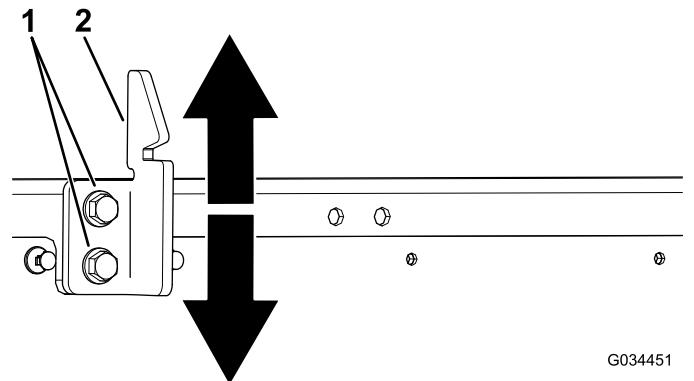

Figura 52
3. Afloje los 2 pernos en el cerradero del cierre de la plataforma y desplácelo hacia arriba o hacia abajo, en función de si está demasiado alto o bajo (Figura 52).
4. Apriete los 2 pernos del cerradero del cierre de la plataforma (Figura 52).